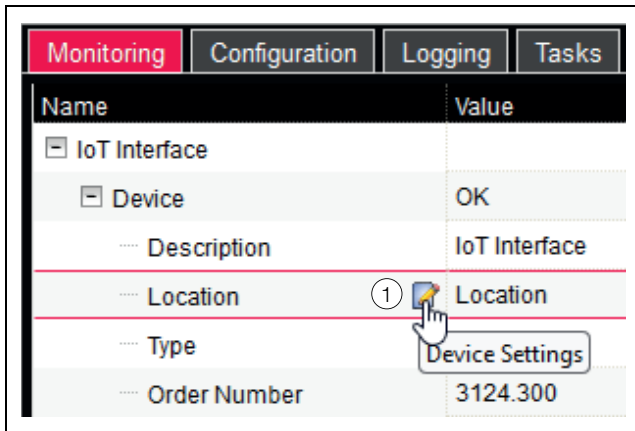

Fig. 23 : paramètres à modifier avec le symbole « Edit »
Tous les paramètres qui peuvent être modifiés possèdent un symbole « Edit », sous forme de bloc-notes stylisé avec stylo, derrière le paramètre correspondant si vous placez le curseur de la souris dans la ligne correspondante (fig. 23, pos. 1).